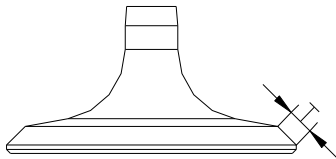

Рис. 1-6
7. Проверьте плотность прилегания рабочих фасок клапанов (рис. 1-6) к седлам. Для этого равномерно нанесите на поверхность фаски свинцовый сурик, прижмите клапан к седлу и поверните не менее чем на один оборот. После притирки пятно контакта на конической поверхности седла клапана должно представлять собой непрерывную полосу, а его ширина должна быть в пределах указанного диапазона.